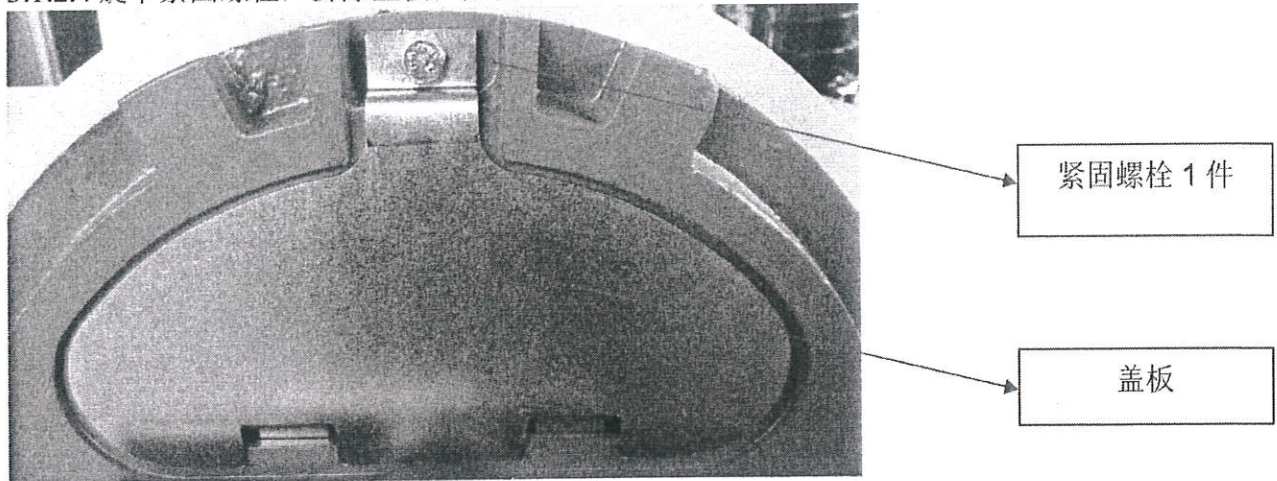

图 8
### 3.1.2.4 旋下紧固螺栓，拆除盖板，如图 8
3.1.2.6 维护保养工作完成后请安装并紧固好护板(图 6)和盖板(图 8); 维护保养时推荐使用 L-G46 牌号润滑油, 也可使用类似黏度系数的润滑油;